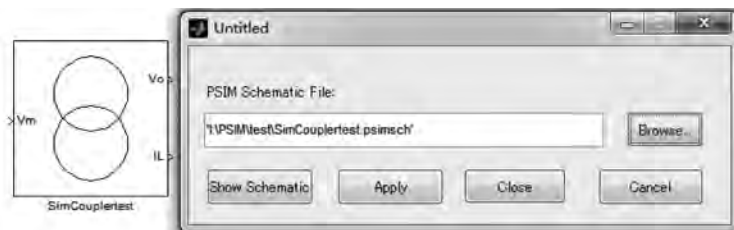

图 3-68 添加 SimCoupler 的 PSIM 电路模型
(5) 双击 SimCoupler 模型块加载 PSIM 仿真电路模型,在弹出的对话框中单击“Browse...”按钮,找到并选择“I:\PSIM\test\SimCouplertest.psimsch”原理图文件,然后单击“Apply”按钮,随后关闭对话框,如图 3-68 所示。SimCoupler 模型块的输入和输出端口数将自动匹配成 PSIM 中设置的链接节点数及相应节点名称。如果之后在 PSIM 中的原理图节点数目发生变化,需要选择“Edit→Update Diagram”选项来更新 SimCoupler 模块。